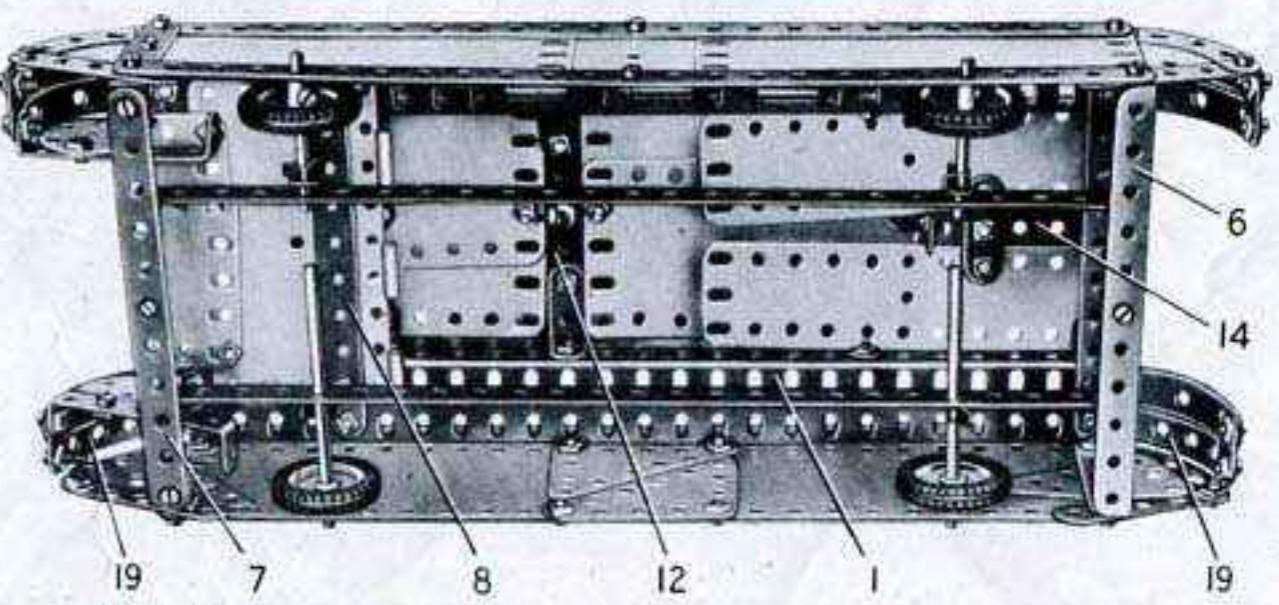

Fig. 5.16a
Figure 5.16a ; le moyeu d'une poulie de 75 mm. (12) passe dans cette ouverture. La poulie est boulonnée sur les plaques et est réunie aux bandes (10) par des équerres de 25×25 mm. Une bande coudée de 60×12 mm. est fixée sur une équerre à 135° tenue par un boulon (13).
Chaque côté du modèle est monté sur un châssis formé par une cornière de 25 trous (1), une bande de 25 trous (2), une bande de 5 trous (3), deux bandes incurvées épaulées (4) et deux bandes de 5 trous (5). L'un des côtés est recouvert par deux plaques flexibles de 14×6 cm., une moitié de plaque à charnière et deux plaques flexibles triangulaires de 6×4 cm. L'autre côté se construit de façon identique, mais deux plaques flexibles triangulaires de 6×5 cm. sont utilisées à la place de la moitié de la plaque à charnière. Les côtés sont réunis l'un à l'autre par une plaque à rebords de 14×6 cm. (6) et une bande de 11 trous (7) boulonnées sur des supports doubles. Deux bandes de 25 trous sont fixées sur des bandes coudées de 60×12 mm. boulonnées à la bande (7) et à la plaque à rebords (6). Une bande de 11 trous (8) est boulonnée au travers des cornières (1) et deux cornières de 25 trous (9) sont fixées sur cette bande et sur la plaque à rebords (6). L'autre moitié de la plaque à charnière est fixée à une extrémité des cornières (9). Une bande de 11 trous (10) prolongée par une bande coudée de 60×12 mm. est fixée par des supports plats sur chacune des cornières (9). Deux bandes de 11 trous (11) qui se recouvrent sur 7 trous, sont réunies par des équerres aux bandes (10) et l'espace compris entre les bandes (11) est recouvert par deux plaques flexibles de 11.5×6 cm. et deux de 6×6 cm. Les deux groupes de plaques sont espacés l'un de l'autre comme le montre la figure 5.16a.